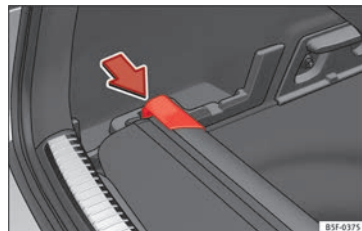

Fig. 166 Na bagageira: alojamento para guardar a chapeleira.
- Pressione a cabeça da chapeleira no sentido da seta até a encaixar no alojamento previsto para essa utilização » **Fig. 166.**